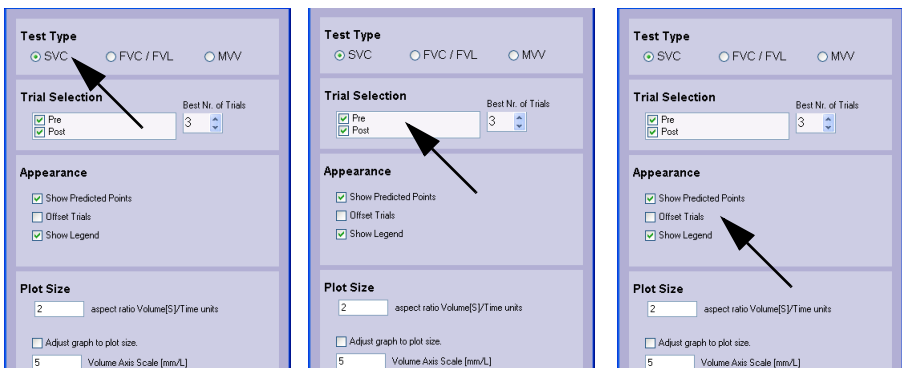

Abb. 10-10: Fenster „Spiro Graph Configuration“
- Klicken Sie auf **Run Designer**. Das Fenster Spiro Graph Configuration erscheint (Abb. 10-10):